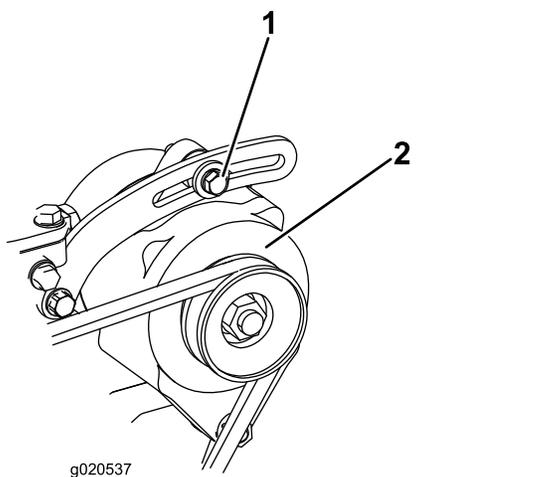

図 66
1. たわみが 10 mm でない場合には、オルタネータ取り付けボルトをゆるめる 図 66。